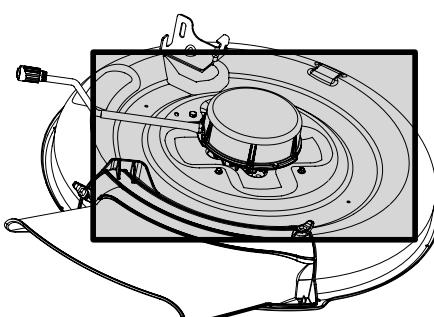

Figura 4-1
- Limpie la parte superior de la plataforma del montable. Consulte la Figura 4-1.